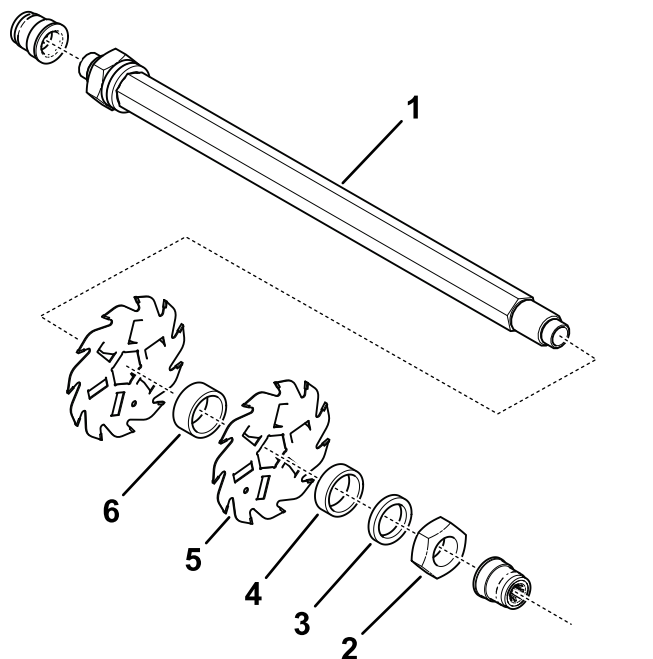
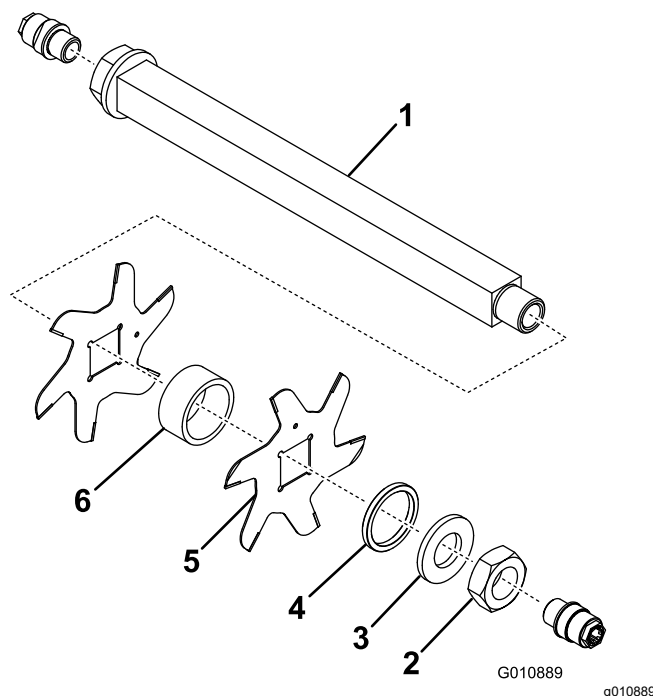

Figura 14
Figura 15
3. Rimuovete il/i distanziale/i piccolo/i, la rondella (solo modello 03619), le lame e i distanziali grandi. Pulite e lubrificate l'albero a sezione esagonale o quadrata con uno strato sottile di grasso per agevolare l'assemblaggio (Figura 15 o Figura 14).